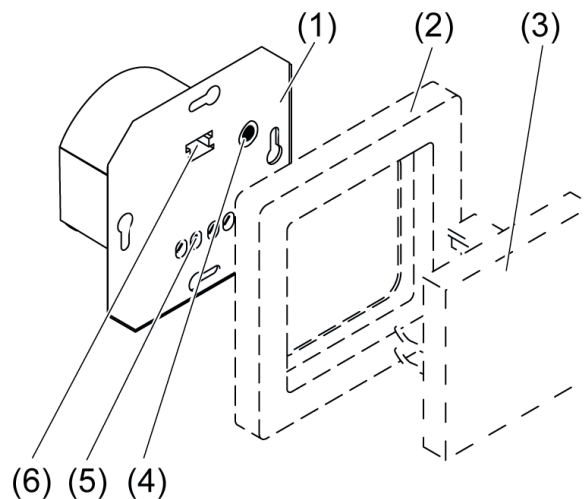

Bild 1: Geräteaufbau
- Taste **Dimm-Mode** (4) (Bild 1) länger 4 Sekunden drücken.